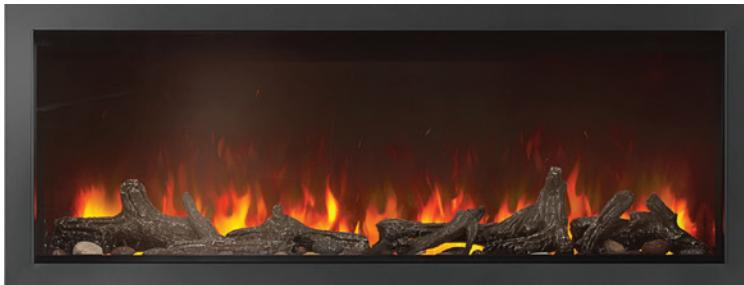

Fig. 1
1. Assurez-vous que l'appareil est branché et allumé (**Fig. 1**).